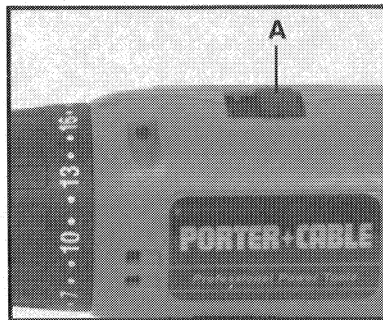

Fig. 4
El Taladro sin Cable, Modelo 863, tiene un cambio de engranajes de dos velocidades, lo cual resulta en límites giratorios del portabroca de aproximadamente: de 0 a 350 RPM (LOW) y de 0 a 1250 RPM (HIGH). Para cambiar entre las velocidades: suelte el gatillo para parar la marcha del motor y empuje el selector de velocidades (A) Fig. 4, hacia atrás para velocidades ALTAS (HIGH) y hacia adelante para velocidades BAJAS (LOW).